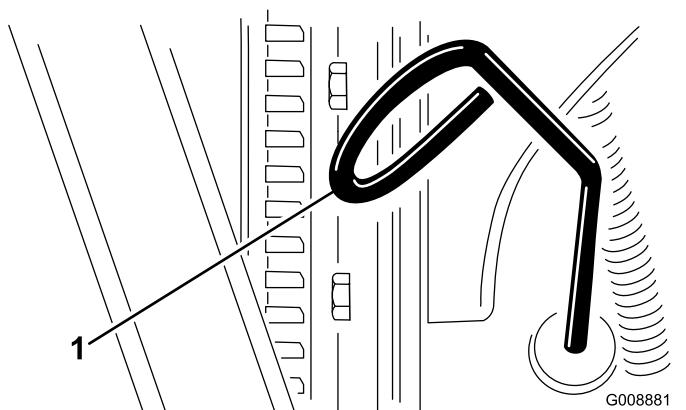

Figura 43
3. Retire a vareta, limpe-a e volte a colocá-la (Figura 43).